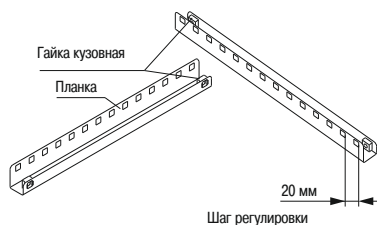

Рисунок 12
3.2 Вставьте кузовные гайки в планки (рисунок 12).